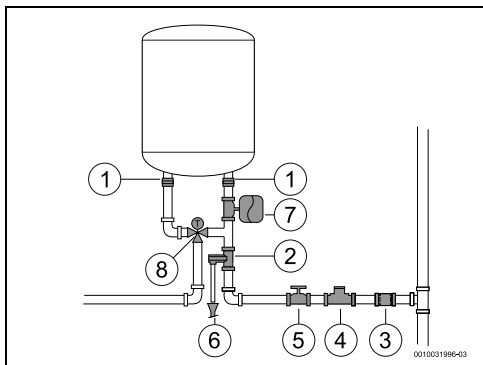

Fig. 15
- Il est recommandé d'installer un robinet thermostatique (Fig. 15, [8]) sur le tube de sortie de l'appareil si des tubes PEX sont utilisés. Il doit être réglé pour correspondre aux performances du matériel utilisé.
- Ne jamais installer d'accessoires (autres que ceux indiqués dans la fig. 15) entre la soupape de sécurité et l'entrée d'eau froide sanitaire (côté droit) de l'appareil.
- installer un réducteur de pression (Fig. 15, [4]). La soupape de sécurité se déclenche lorsque la pression d'eau dans l'appareil est supérieure à 8 bars (± 1 bar), et il est donc nécessaire de prévoir un moyen d'évacuer cette eau.
- installer un vase d'expansion (Fig. 15, [7]) pour empêcher l'ouverture trop fréquente de la soupape de sécurité. Le volume du vase d'expansion doit être équivalent à 5 % du volume de l'appareil.